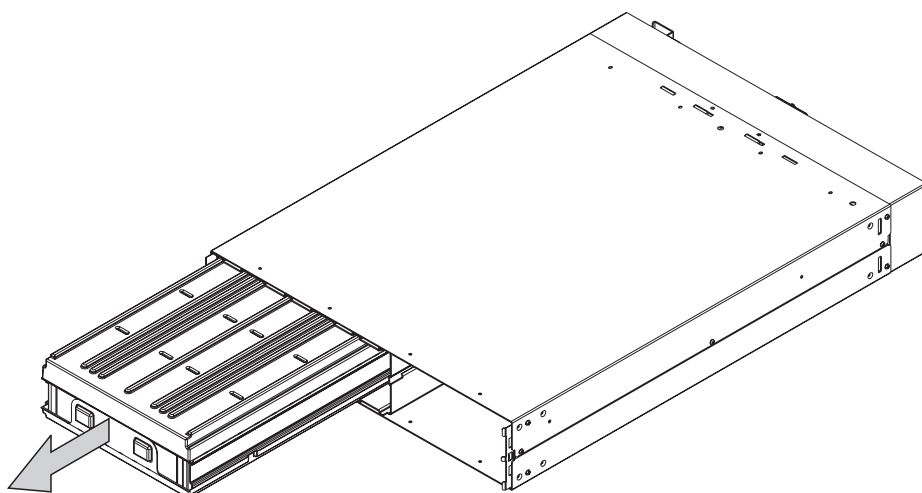

図 247. 2145 UPS バッテリーの取り外し
4. 図 247 に示すように、バッテリーにアクセスするため、バッテリー・プレートを取り外します。